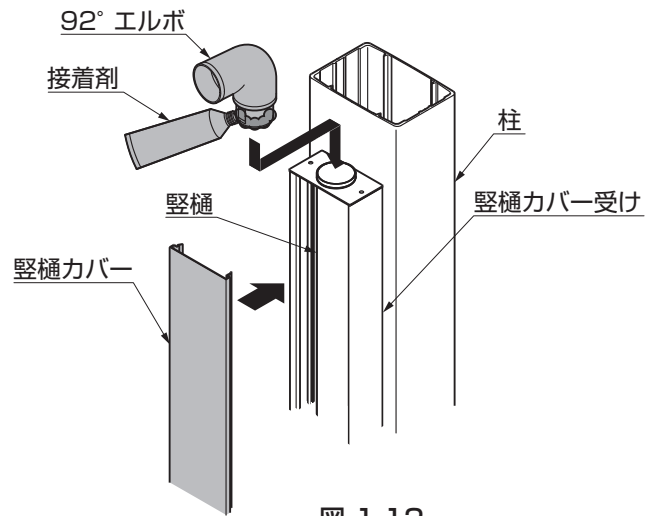

図 1-12
- ⑥ 92° エルボに接着剤を塗布して縦樋に挿入してください。(図1-12参照)
- ⑦ 縦樋カバーを縦樋カバー受けに取付けてください。(図1-12参照)